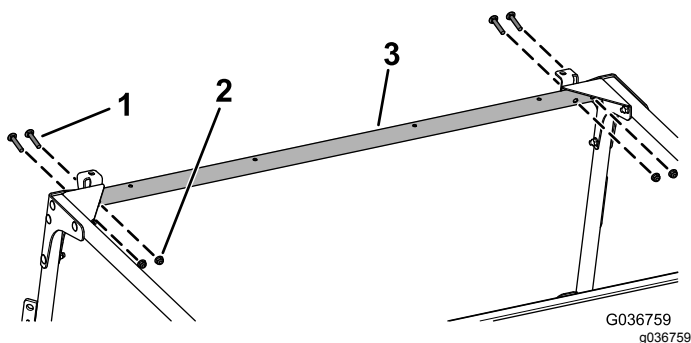

Рисунок 30
9. Установите, не затягивая, переднюю поперечину на передние монтажные кронштейны и угловые вставки, используя 4 каретных болта (5/16 x 1-3/4 дюйма) и 4 фланцевые гайки (5/16 дюйма), как показано на Рисунок 30.